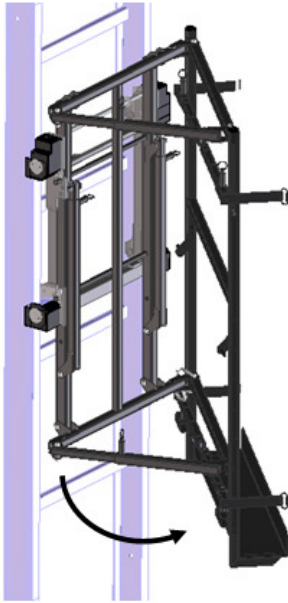

Abb. 5-9.4
Die Plattenpritsche mit verstellbarer Neigung kann in ihrer ersten Neigungsvariante (Abb. 5-9.4) bis zu 45° gedreht werden. Gesichert werden die Stützen mit der Bolzenverbindung. Als Abstützung des Oberrahmens (1) dienen in dieser Stellung die kleineren Stützen (3) mit einer Länge von 21 cm.